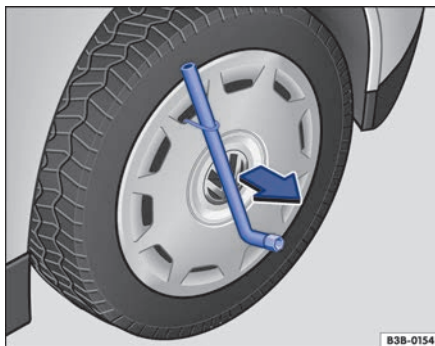

Fig. 316 Desmontar el tapacubos integral.
- Introduzca la llave de rueda por el gancho de alambre → fig. 316 y tire del tapacubos en el sentido de la flecha.